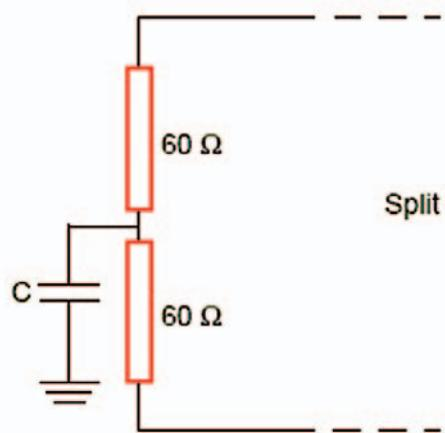

Figure 7: Trois types de "terminators" ou bouchons (ici le split avec deux résistances de 60 ohms).
- 2) **Split**: ici la résistance de 120 ohms est divisée en deux résistances de 60 ohms chacune. Leur point de jonction est relié à la masse à travers un condensateur (figure 7).